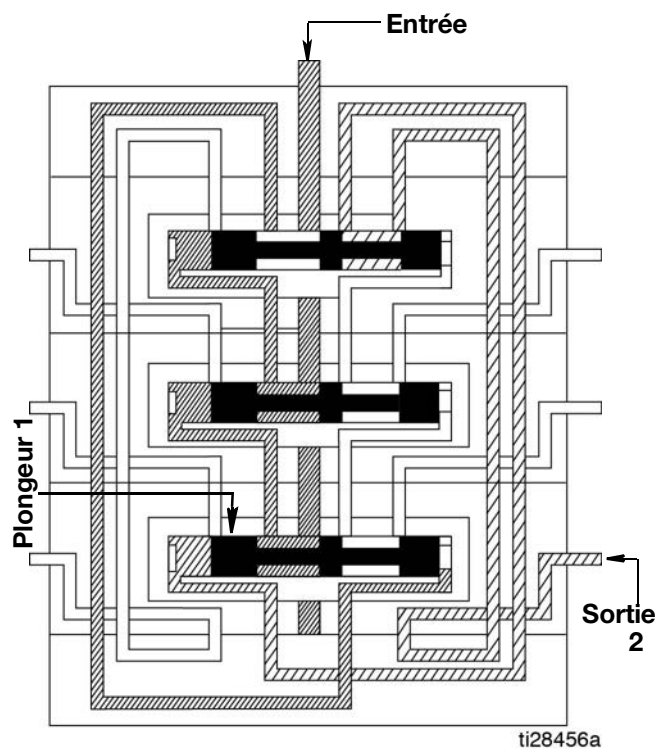

FIG. 13
2. Le plongeur 1 s'ouvre en fournissant du lubrifiant à la sortie 2 (FIG. 13).